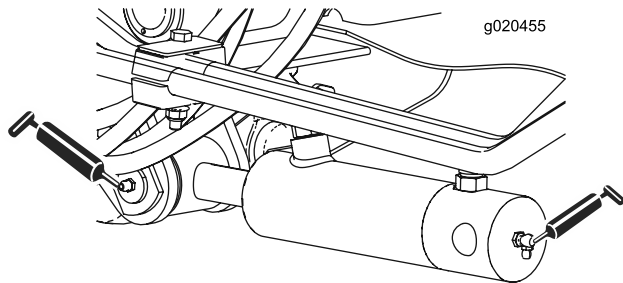

Figura 67
- Dois (cada lado) casquilhos do cilindro do braço de elevação (Figura 67)